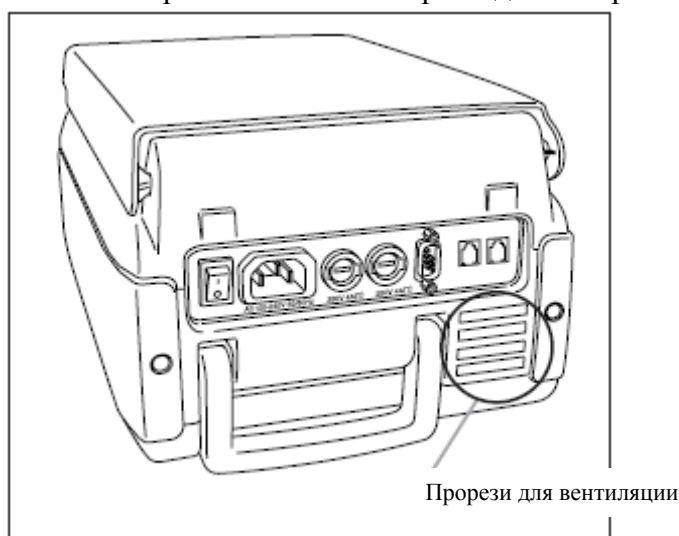

Рис. 10
- Не закрывайте вентилятор с задней стороны. (См. рис. 10)